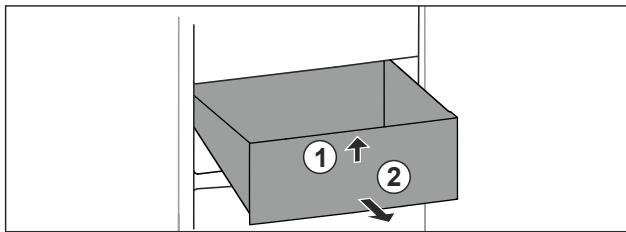

Fig. 30
- Підняти висувний ящик спереду. Fig. 30 (1)
- Вийняти висувний ящик рухом вперед. Fig. 30 (2)